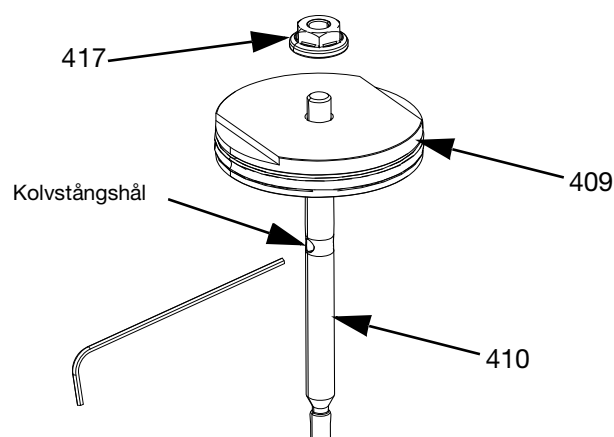

FIG. 19
6. Ventiler med kula-sätemunstycken (FIG. 19):
- a. Sätt en insexnyckel genom hålet i kolvstången (410) och skruva av muttern (417) med en 7 mm hylsa eller nyckel.